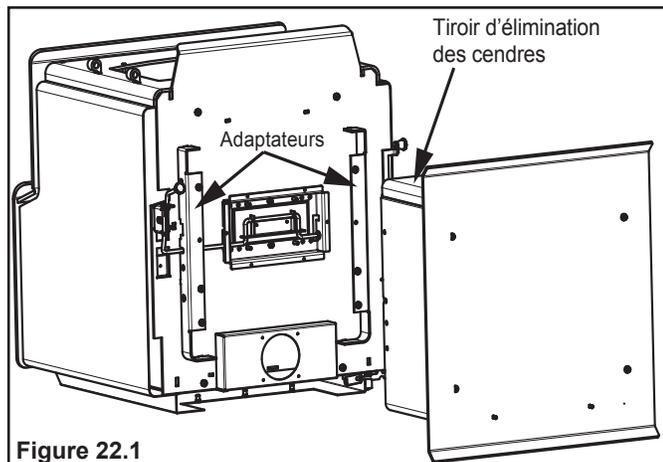

Figure 22.1
2. Glissez le piédestal par-dessus l'adaptateur à la base de l'appareil et fixez avec les boulons de l'écran thermique (**Figure 22.1 à la page 221**).